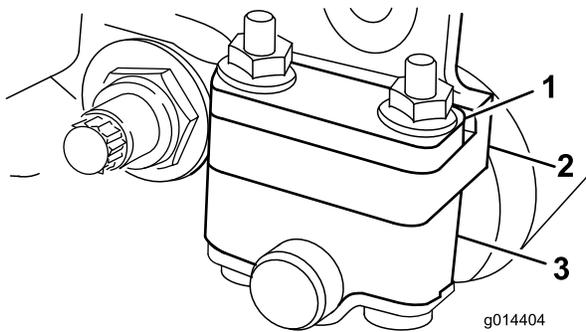
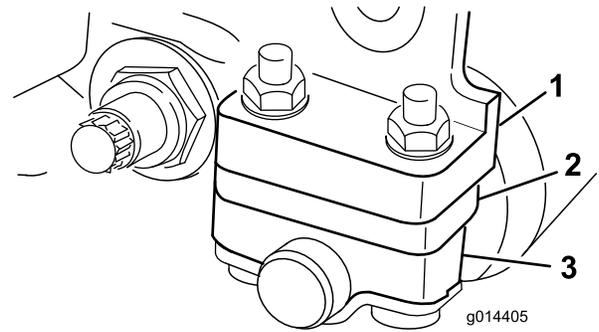

Bild 12
Bild 13
1. Stellen Sie die Heckrollenhalterungen Bild 12 oder Bild 13 auf die obere oder untere Position ein, abhängig von dem gewünschten Schnitthöhenbereich.
Legen Sie das Distanzstück über den Montageflansch der Seitenplatte (Werkseinstellung), wenn der Schnitthöhenbereich zwischen 1,6 mm und 6,0 mm liegen soll (Bild 12).
Positionieren Sie das Distanzstück unter den Montageflansch der Seitenplatte, wenn der Schnitthöhenbereich zwischen 3 mm und 25 mm liegt) (Bild 13).